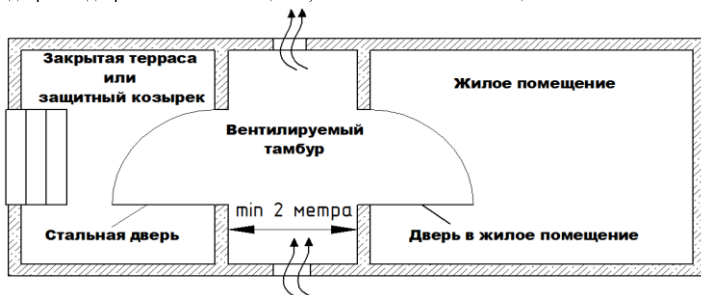

Рис. 1
- 6.1.1 Оборудовать закрытую террасу или защитный козырек с уличной стороны двери, шириной не менее 1800 мм и вылетом от стены не менее 1500 мм, установленного на высоте не менее 2250 мм от порога двери (рис.1).
- 6.1.2 Оборудовать вентилируемый тамбур глубиной не менее 2 м за входной стальной дверью с внутренней стороны установив там вторую дверь - вход в жилое помещение, которая минимизирует попадание влаги изнутри жилой зоны в зону входной двери (рис.1).
- 8.5.1. Устанавливать дверной блок в качестве входного с улицы без обязательного оборудования закрытой террасы или защитного козырька с уличной стороны двери, шириной не менее 1800 мм и вылетом от стены не менее 1500 мм, установленного на высоте не менее 2250 мм от порога двери (рис.1).